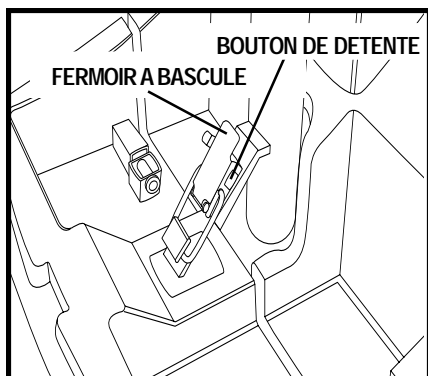

Figure 17. Fermoir à bascule (fermé)
1. Pesez sur le bouton de détente tout en tirant sur le fermoir. **Voir les figures 17 et 17A.**